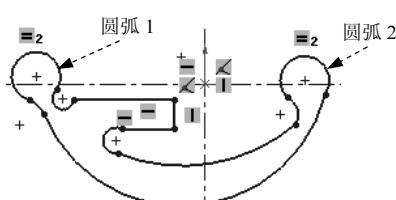

图 6.4 添加“相等”约束
Step 1 添加图 6.4 所示的“相等”约束。按住 Ctrl 键，选择图 6.4 所示的圆弧 1 和圆弧 2，系统弹出“属性”对话框，在**添加几何关系**区域中单击 **= 相等(Q)** 按钮。